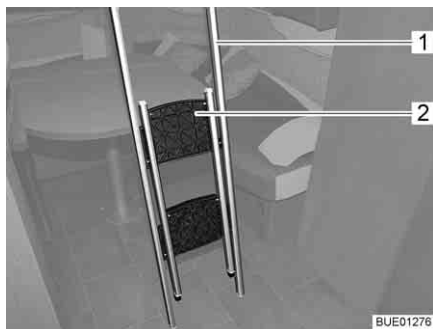
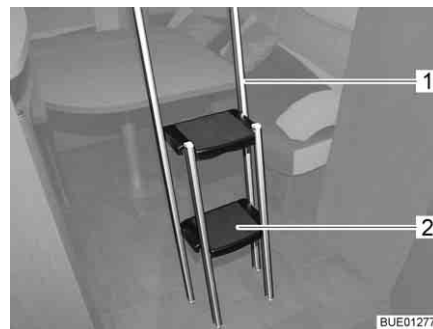

Bild 100 Stege infälld
Bild 101 Stege utfälld
- Ta tag i den övre delen (Bild 100,2) på den infällda stegen (Bild 100,1) och fäll ut den så att alla fyra fötter står stadigt på golvet (Bild 101).
- Fäll in fotstegen (Bild 101,2).
- Lossa stegen (Bild 101,1) från den höjbara sängens list (Bild 99,3).